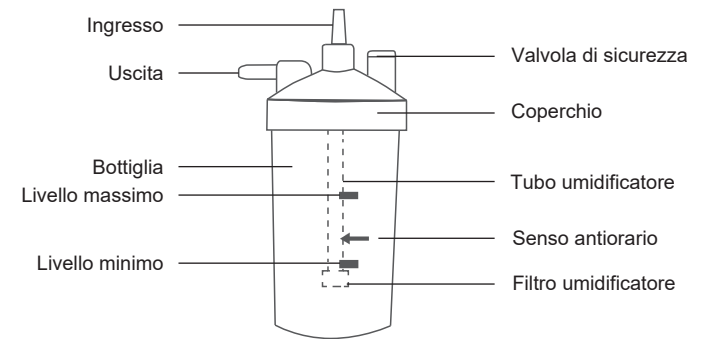

Figura 5: Componenti dell'umidificatore
1. Svitare la bottiglia dall'umidificatore in senso orario. Riempire la bottiglia con acqua purificata (o acqua distillata) fino al livello compreso tra MASSIMO e MINIMO. Non riempire la bottiglia dell'umidificatore oltre il livello MASSIMO. (Figura 5)